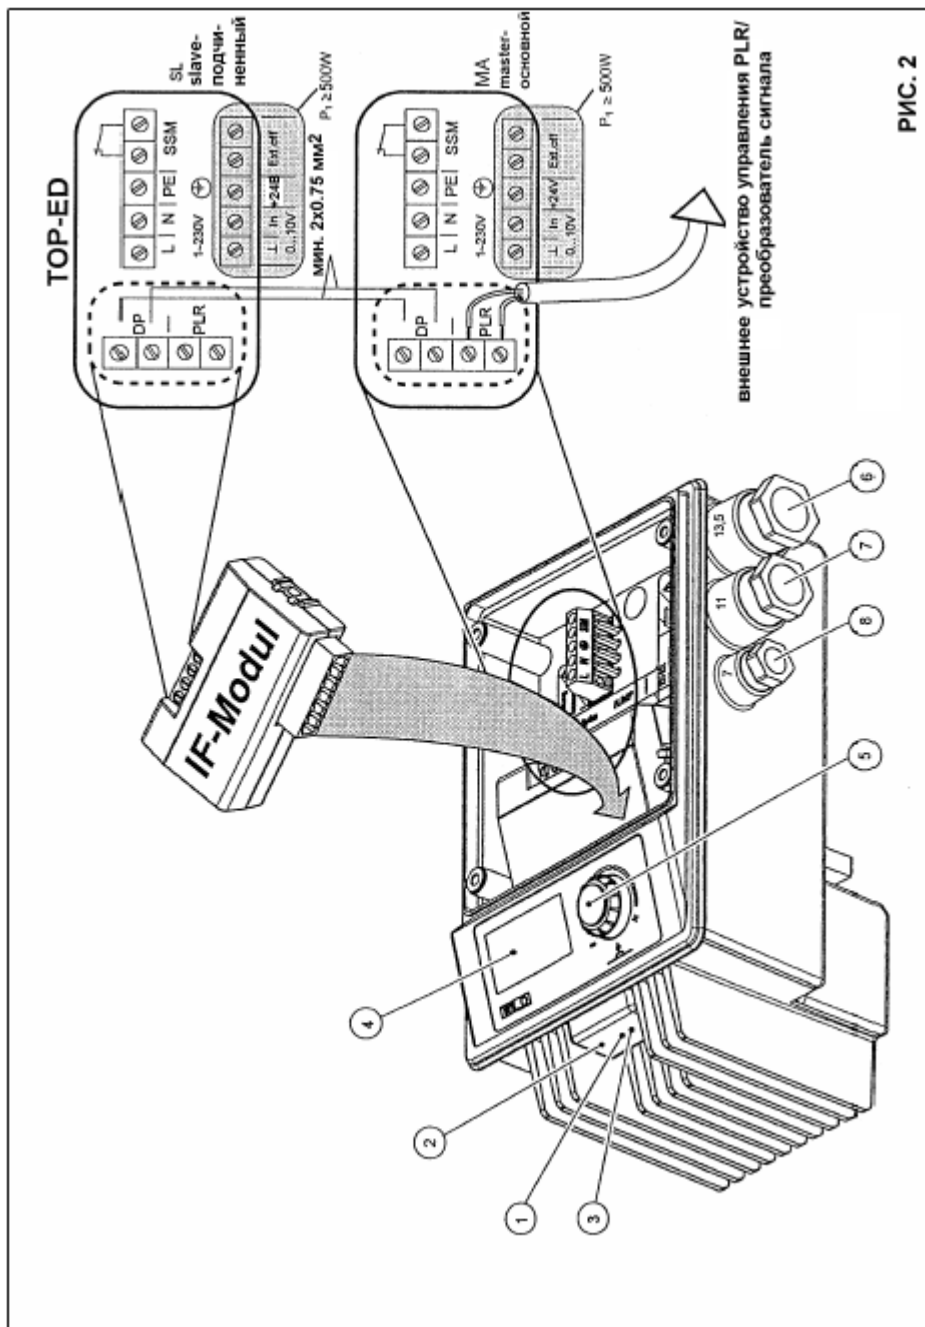

РИС. 2
- Кабели проводить через эластичные уплотнения PG11 (рис. 2, поз. 7) или PG7 (рис. 2, поз. 8).